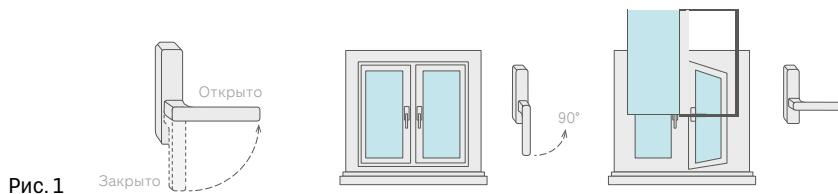

Рис. 1
- Чтобы распахнуть створку окна, ручку поверните на 90 градусов в горизонтальное положение (положение «Открыто» на рис. 1). При повороте ручки закрытую створку слегка прижимают к раме другой рукой (чуть выше ручки). Затем, потянув за ручку, створку распахивают (сплошной режим — поворотное открывание).